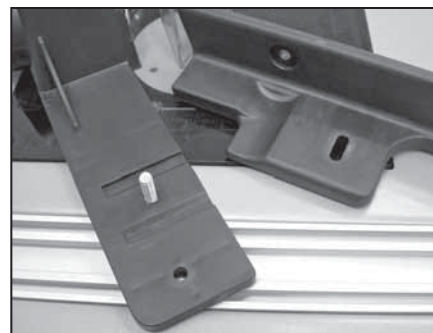

Figure 2
2. Fixer la portion excentrée du guide au corps principal du guide en faisant passer un boulon de carrosserie de 8 mm – 1,25 x 30 mm à travers le corps principal du guide (par en dessous) puis à travers le guide excentré et fixer solidement avec la grande poignée à 4 pointes. Voir les figures 2 et 3.